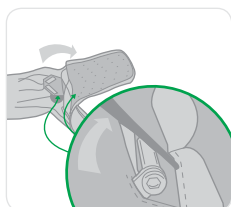

Figura 9
- Deschideți fermoarul panoului din spate al rucsacului și verificați conectorul hamului pentru depistarea semnelor de deteriorare, distorsiune, coroziune sau crăpături. Asigurați-vă că șurubul de fixare este asigurat (figura 9). Dacă deteriorarea este aparentă sau șurubul nu este asigurat, dispozitivul Latchways PRD se va scoate din uz și se va cere sfatul Latchways sau al unui agent autorizat.